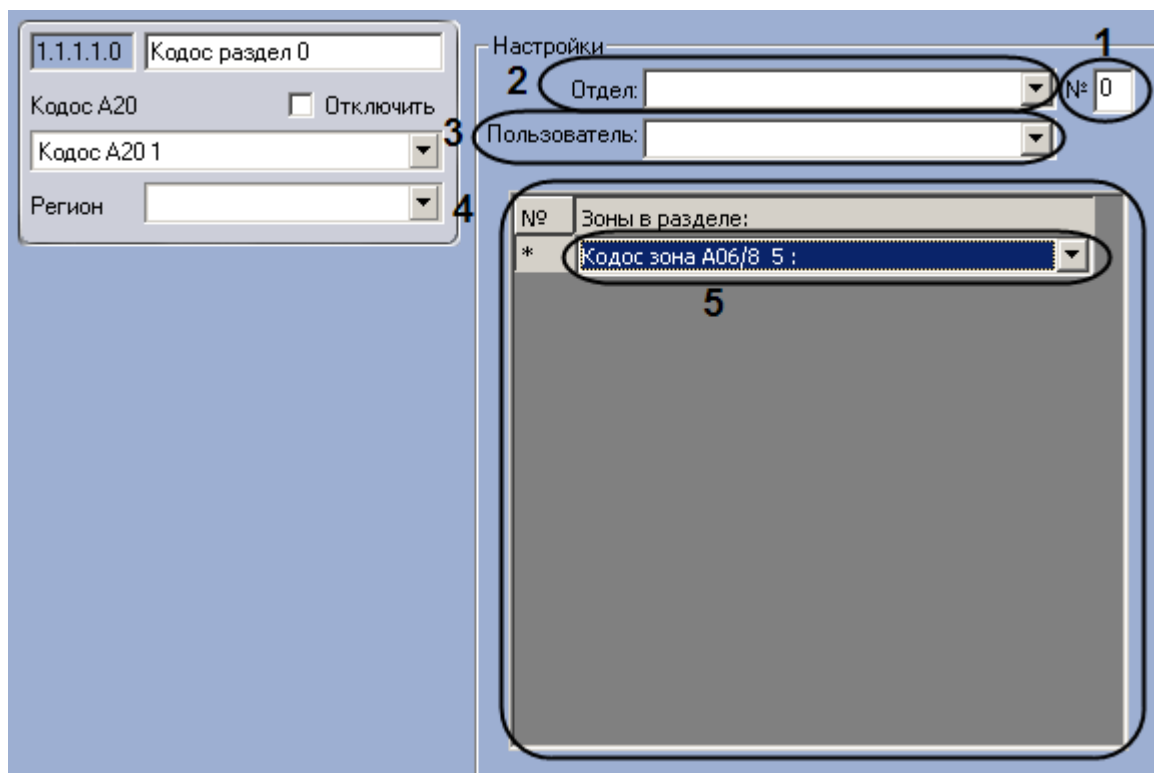

Рис. 3.6—27 Настройка разделов ППКОП Кодос А-20
2. Ввести в поле **№** номер раздела (см. Рис. 3.6—27, 1).
3. Выбрать отдел из раскрывающегося списка **Отдел** (см. Рис. 3.6—27, 2).